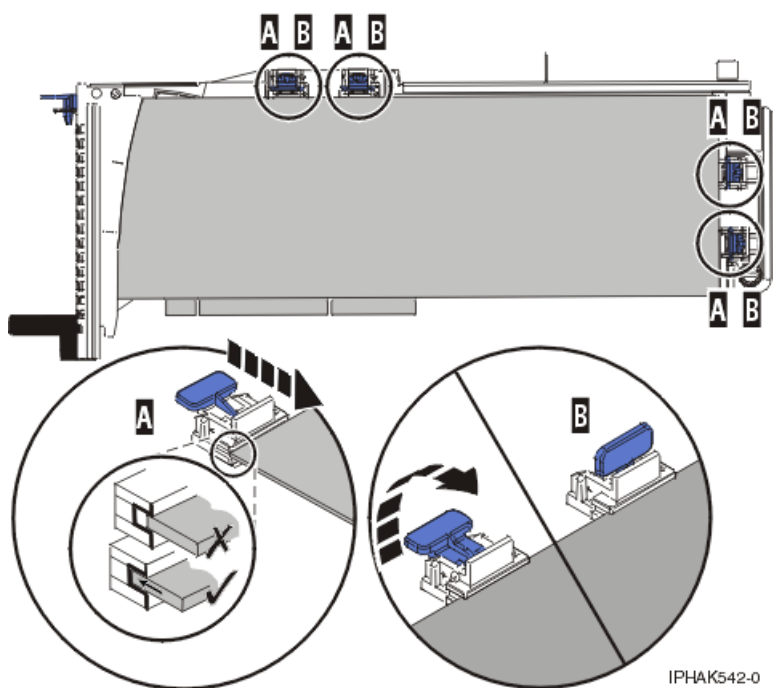

Figura 121. Adaptador de tamanho grande na cassete de adaptador PCI com os suportes e o estabilizador no devido lugar
- 3) Coloque e bloqueie as peças de fixação **(B)**. Consulte a Figura 121.